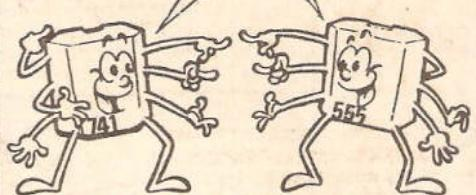

Fig.11
- FIG. 11 - O CIRCUITO - COMO FUNCIONA - O circuito da MP-31 é razoavelmente complexo, embora o uso dos dois Integrados tenha simplificado bastante o hard ware (para isso os Integrados existem...). Só para "dar um susto", o mesmo circuito, elaborado apenas com componentes discretos, necessitaria de 12 a 15 transistores, uma "porrada" de resistores e capacitores de acoplamento, e uma "baita" placa de Impresso... Mas, vamos ac que interessa: a "blocagem" do circuito, para uma análise, "pedaço a pedaço", do seu funcionamento. O primeiro bloco (esquerda, no diagrama) é centrado no Integrado 555 (que estudaremos com detalhes nas próximas "Aulas" do AEC...), funcionando como oscilador, cuja Frequência (nominalmente em torno de 5 KHz) é dimensionada pelos resistores/trim-pot/capacitor a ele anexos... (ver fig. 1). Como a Potência de Saída do 555 é considerável (para um Integrado...), ele pode excitar diretamente o LED infra-vermelho TIL38, em pulsos de boa Corrente, o que se traduz numa emissão consistente de radiação, na referida Frequência, para formação do feixe/barreira... Na outra "ponta ótica" da tal barreira, o primeiro elemento é o foto-transistor, TIL78. Este funciona de modo muito semelhante ao de um transistor bipolar convencional, só que a sua Corrente de excitação de base, no caso, é "substituída" pela própria incidência da radiação luminosa, externamente